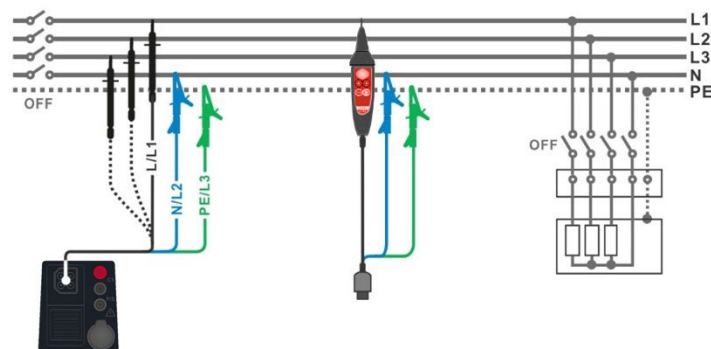

Abbildung 4.11: Anschluss der 3-Leiter-Prüfleitung und der optionalen Commander-Prüfspitze (044155)
- › Schließen Sie die Prüfleitungen am Prüfobjekt an (siehe **Abbildung 4.11**).